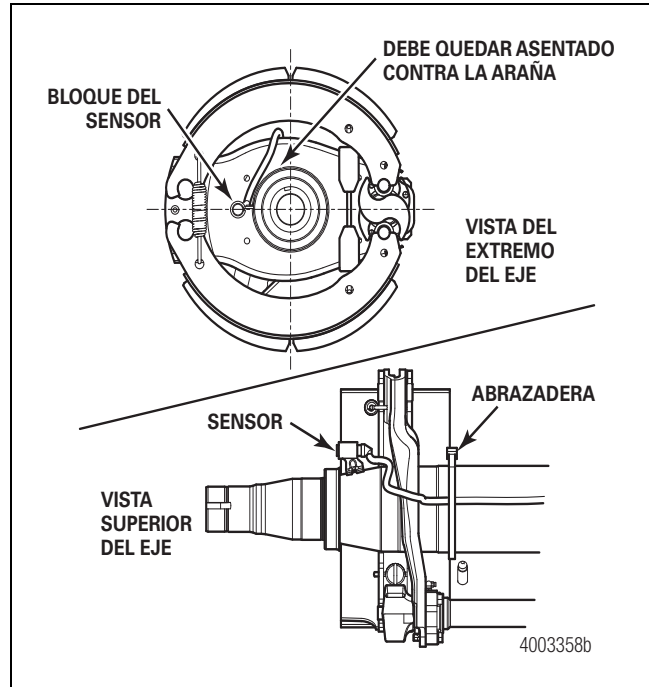

Figura 12.13
3. Encamine de la manera siguiente los cables del ABS en los ejes modelo TP y TR equipados con frenos de levas sin orificio para ABS en la araña. Figura 12.13.